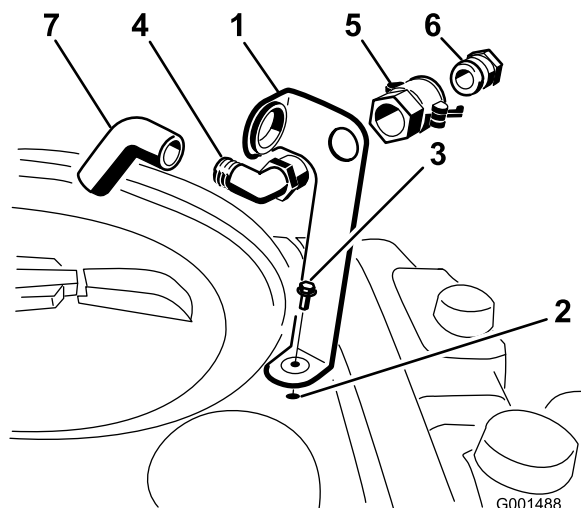

Figura 3
flangeada (5/16 x 3/4 pol.), conforme mostrado na Figura 3.
2. Coloque a extremidade rosqueada do encaixe em cotovelo a 90° através do suporte e rosqueie o acoplador rápido, prendendo-o ao suporte (Figura 3).
3. Instale o adaptador da mangueira no acoplador rápido (Figura 3).
4. Trave o adaptador no lugar girando as alavancas em direção ao adaptador e, em seguida, prenda-as com os contrapinos em grampo (Figura 3).
5. Instale a mangueira anti-sifão através da abertura grande no suporte e na extremidade farpada do encaixe em cotovelo a 90° (Figura 3).